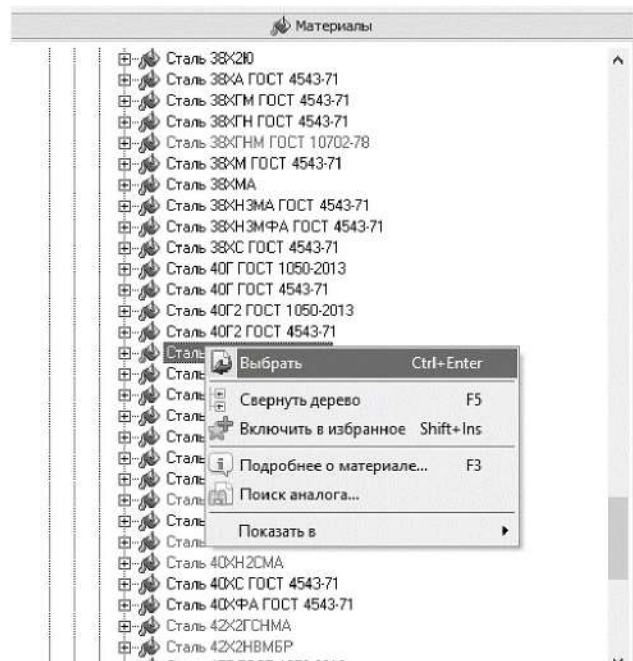

Рисунок 3.9. Выбор материала
1.1.11 Далее найдите нужную сталь (например, Сталь 40X ГОСТ 4543-71) и укажите ее правой кнопкой мыши и в появившемся меню выбрать «**Выбрать**» (рисунок 3.9).